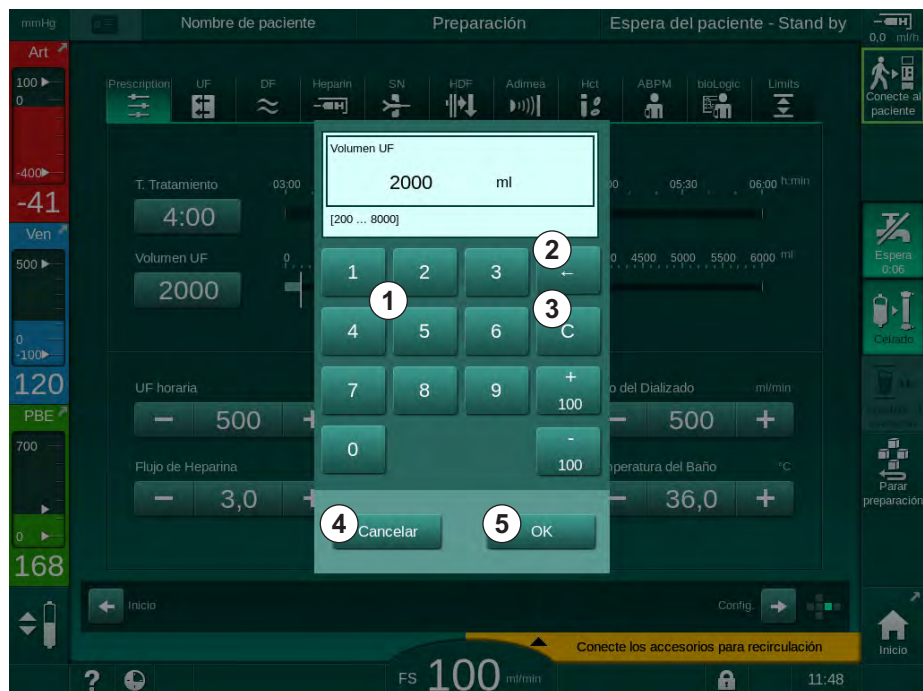

Fig. 3-19 Modificación de parámetros
2. Pulsar el icono para modificar un grupo de parámetros (ejemplo en Fig. 3-19: datos de prescripción).
3. Pulsar sobre el valor que se va a cambiar (ejemplo en Fig. 3-19: volumen UF 2000 ml).
- Para decrementar el valor, pulsar "-" hasta alcanzar el valor deseado. Los pasos permitidos están preestablecidos y se indican en el botón (en Fig. 3-19: -100 ml).
- Para incrementar el valor, pulsar "+" hasta alcanzar el valor deseado. Los pasos permitidos están preestablecidos y se indican en el botón (en Fig. 3-19: +100 ml).
- Introducir el nuevo valor mediante las teclas numéricas. El rango de ajuste permitido se indica entre corchetes debajo del valor numérico (en Fig. 3-19: [100 ... 10000]).